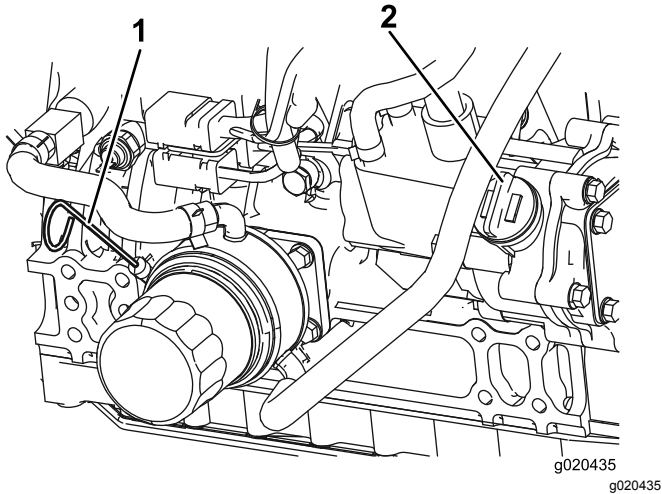

Figura 61
El nivel de aceite debe estar en el intervalo seguro (Figura 61).
4. Si el nivel de aceite está por debajo del intervalo seguro, retire el tapón de llenado (Figura 61) y añada aceite hasta que el nivel llegue a la marca FULL.